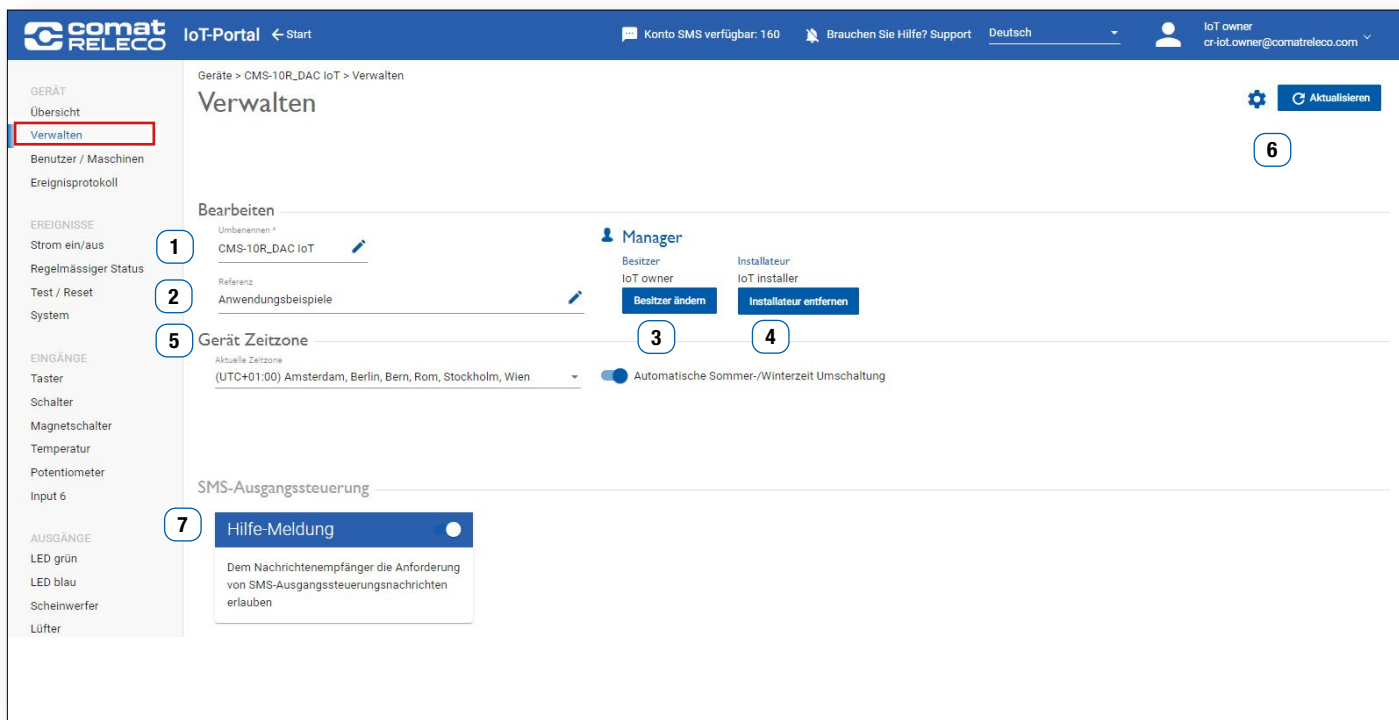

Abbildung 41
Mit der Schaltfläche **Besitzer ändern** (Abbildung 41 (3)) kann ein neuer Besitzer festgelegt werden.
Mit der Schaltfläche **Installateur entfernen** (Abbildung 41 (4)) kann der Installateur entfernt werden.
Mit dem Zahnradsymbol (Abbildung 41 (6)) haben Sie die folgenden Einstellungsmöglichkeiten: